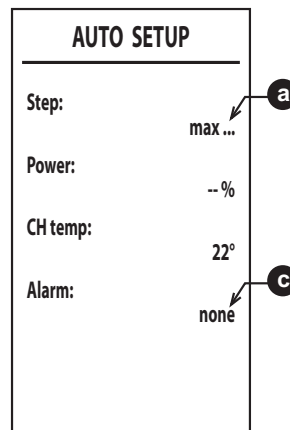

fig. 39
6. După aprindere, arzătorul se poziționează pe încălzire la diferitele puteri (max, med, min) indicate de punctul **a** (fig. 39).
8. Dacă secvența de aprindere descrisă la punctul „6” nu s-a finalizat cu succes, apare mesajul **max_err** la punctul **a** și un cod de eroare la punctul **c** (fig. 39).